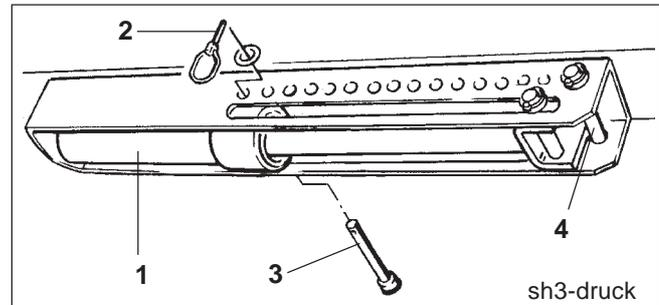

Fig. 23.5
Zwei Bolzen (Fig. 23.5/3 und Fig. 23.5/4) stecken als Anschlag des Hydraulikzylinders (Fig. 23.5/1) im Verstellsegment. Der Anschlag des Hydraulikzylinders liegt am Bolzen (Fig. 23.5/3) an, wenn der Hydraulikzylinder drucklos ist, und am Bolzen (Fig. 23.5/4) an, wenn der Hydraulikzylinder mit Druck beaufschlagt wird.
- Hydraulikzylinder (Fig. 23.5/1) mit Druck beaufschlagen.
- Bolzen (Fig. 23.5/3) in eine Bohrung der Lochgruppe einstecken und mit einem Klappstecker (Fig. 23.5/2) sichern.